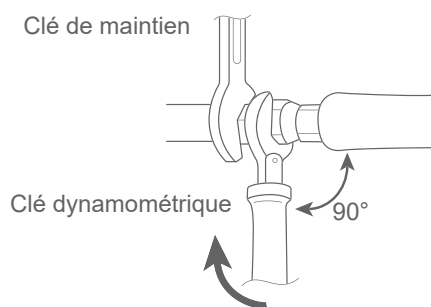

fig. 31 - Couples de serrage
- Respecter les couples de serrage indiqués (*fig. 31, page 25*). S'il est trop serré, le raccord peut casser après une longue période et causer une fuite de fluide frigorigène.
- Remonter les 2 bouchons d'origine (en s'assurant de leur propreté) et les serrer avec le couple de serrage indiqué au tableau *fig. 31, page 25*. L'étanchéité dans les bouchons est réalisée uniquement métal sur métal.